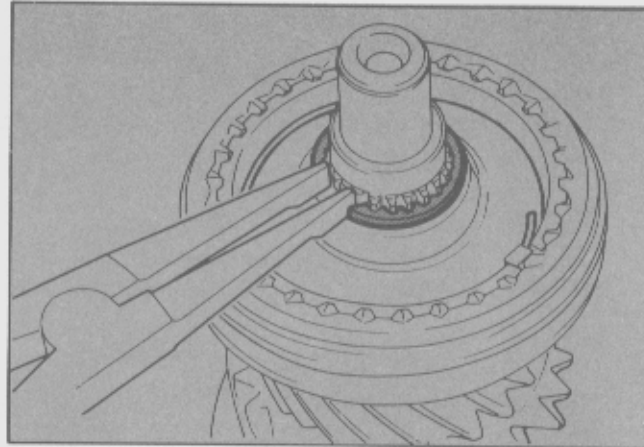

Fig. 22 - Extracción del anillo de retención del sincronizador de 3ra. y 4ta. velocidad.
- Extraer el anillo de retención del eje primario y retirar el sincronizador completo de 3ra.-4ta. en conjunto con el engranaje de tercera velocidad (Fig. 22).